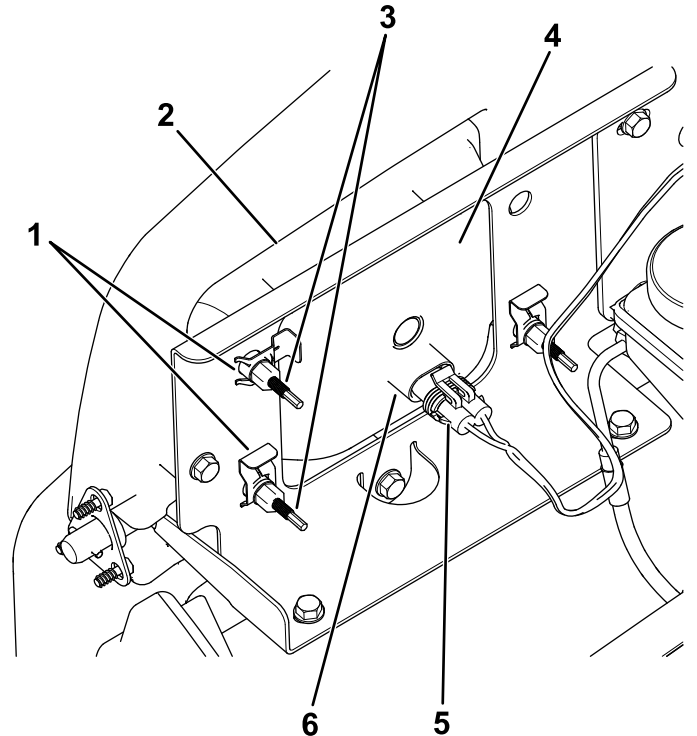

Figura 48
3. Deconectați conectorul electric al cablajului de la conectorul ansamblului de lămpi (Figura 48).
4. Îndepărtați clemele care fixează farul în consola acestuia (Figura 48).
5. Scoateți ansamblul farului deplasându-l în față prin deschiderea din bara de protecție față (Figura 48).
6. Instalați farul nou prin deschiderea din bara de protecție (Figura 48).
8. Conectai conectorul electric al cablajului la conectorul ansamblului lămpii (Figura 48).
5. În partea din spate a ansamblului farului, rotiți uruburile de reglare (Figura 48) pentru a pivota ansamblul farului și pentru a alinia poziia fasciculului.